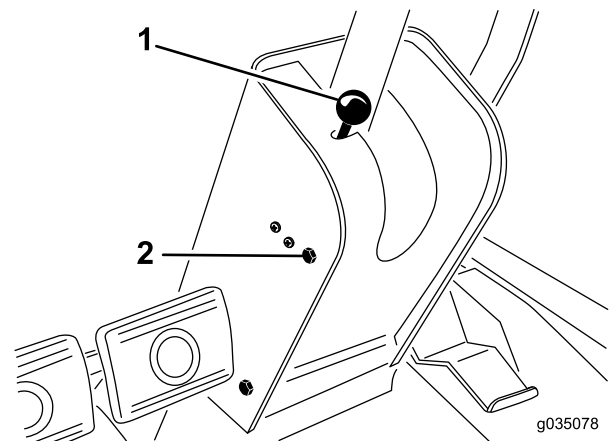

Figura 29
1. Retire el pomo del freno de estacionamiento y retire los tornillos de la cubierta de la columna de dirección (Figura 29).